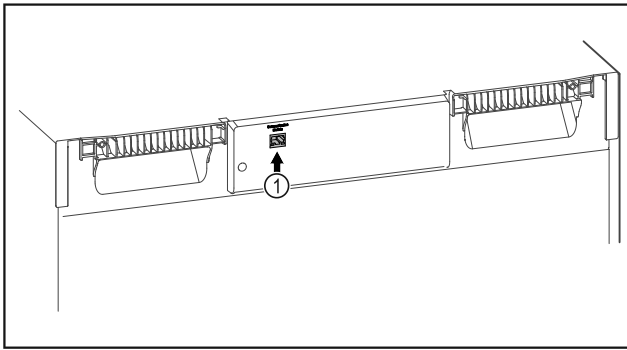

Fig. 121
- ❑ SmartModule Fig. 121 (1) установлен.